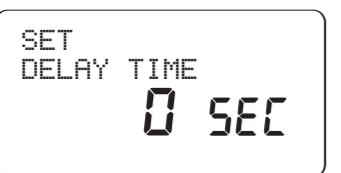

Figura 22:
1. Spostare il selettori in posizione • **STATION DELAY** (Ritardo stazione) [Vedere la Figura 22]